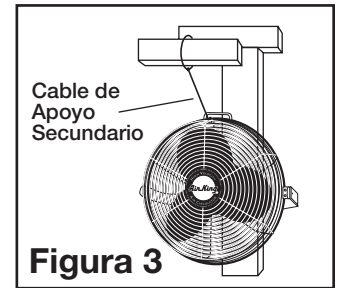

Figura 3
3. Enroscar el otro cabo del cable alrededor de una viga o armazón segura de la edificación, o de otro soporte cercano al ventilador (Figura 3). Recoger todo lo del cable que quede sobrando.